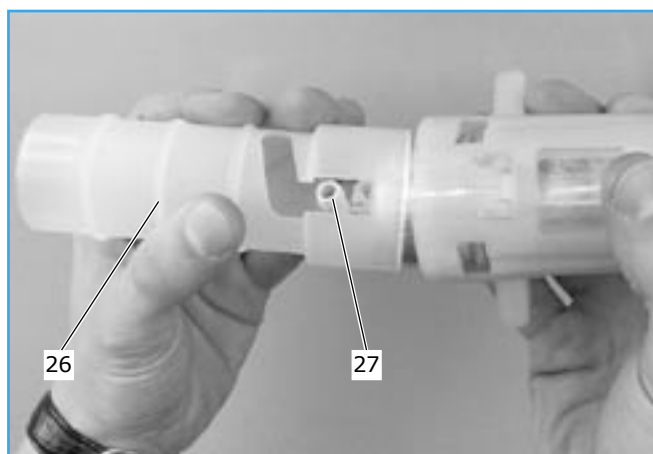

Fig. 8
- Introduisez la nouvelle pompe munie d'un raccord de tuyau de refoulement coudé (27) dans l'encoche de l'outil (26) (Pierburg Ref. 4.00063.00.0) (voir Fig. 8)